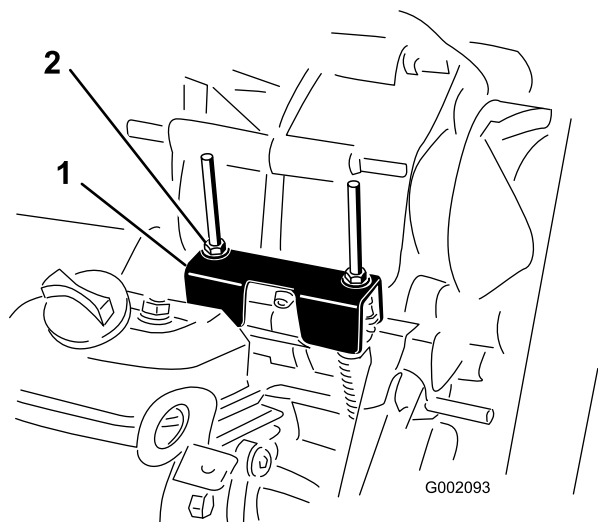

図 28
定期整備を行う時やエンジンの故障診断を行う時には、トランスアクスルをニュートラルにシフトしておく必要があります(図 28)。トランスアクスルをニュートラル位置にするにはシフトレバーを操作します。以下の操作を行って、ニュートラルでシフトレバーが正常に機能することを確認してください：
2. ニュートラルブラケットがニュートラル位置(シフトブラケットの下にあるケーブル取り付けブラケットと面一になっている)ことを確認する(図 28)。この位置で、車両が前にも後ろにも動き出さないことを確認する。動き出す場合、ニュートラルブラケットをニュートラル位置まで手で動かして修正する。
3. ロックナットのうちの1個(図 28)を締め付けて、0.76-1.52 mm のすきまを作る。